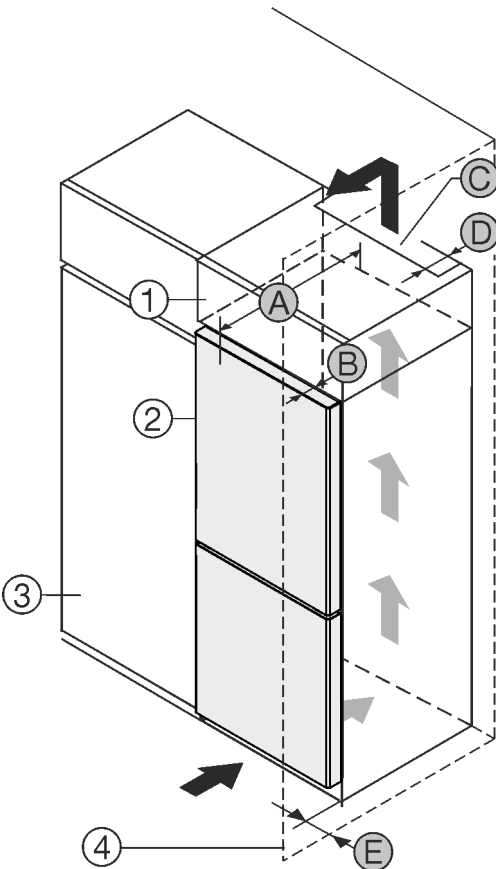

Fig. 1
- (1) Rehausse*
- (2) Appareil*
- (3) Placard de cuisine*
- (4) Mur*
- (A) Profondeur de l'appareil*
- (B) Profondeur de porte*
- (C) Section de ventilation*
- (D) Distance du dos de l'appareil*
- (E) Distance par rapport au côté de l'appareil*
Installer l'appareil directement à côté du placard de cuisine Fig. 1 (3)*.
Une sortie d'air avec la profondeur Fig. 1 (D) doit être présente au dos de la rehausse sur toute sa largeur.*
La section de ventilation Fig. 1 (C) sous plafond doit être respectée.*
Si l'appareil est installé avec les charnières près d'une paroi Fig. 1 (4), la distance entre l'appareil et la paroi doit être d'au moins 13 mm (0.51 in).*
Si l'appareil est installé avec les charnières près d'une paroi Fig. 1 (4), la distance entre l'appareil et la paroi doit être d'au moins 20 mm (0.79 in).*
Pour pouvoir ouvrir complètement les portes, l'appareil doit déborder de la profondeur de la porte Fig. 1 (B) par rapport à la façade du placard. L'appareil peut déborder encore plus en fonction de la profondeur des placards Fig. 1 (3) et de l'utilisation de cales d'épaisseur.*